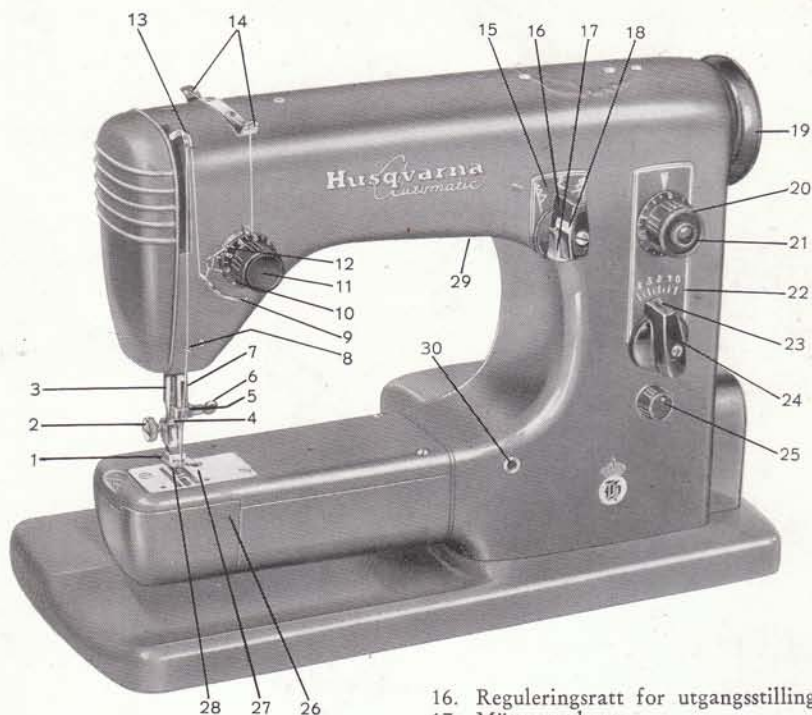

Fig. 1.
1. Se til at stingstillerknappen (20 fig. 1) ikke står på "0".
2. Transportøren er senket. Hev den ved å vri knappen (25 fig. 1) slik at merket vender opp.
4. Trådspenningsfjæren (12 fig. 1) er bøyd eller brukket.